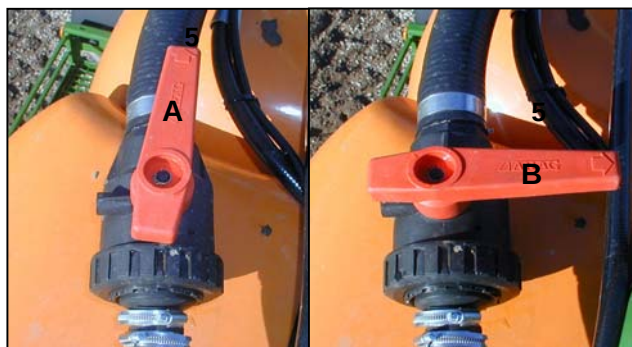

Fig. 10.9
- for at fylde sprøjtevæskebeholderen rejes håndtaget i samme retning som vandet kommer ind (fig. 10.9/A).
- for at fylde skyllevandsbeholderen, skal hanen drejes på tværs fig. 10.9/B.